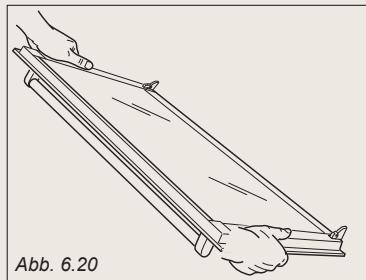

Abb. 6.20
1. Halten Sie die Tür fest (Abb. 6.20).